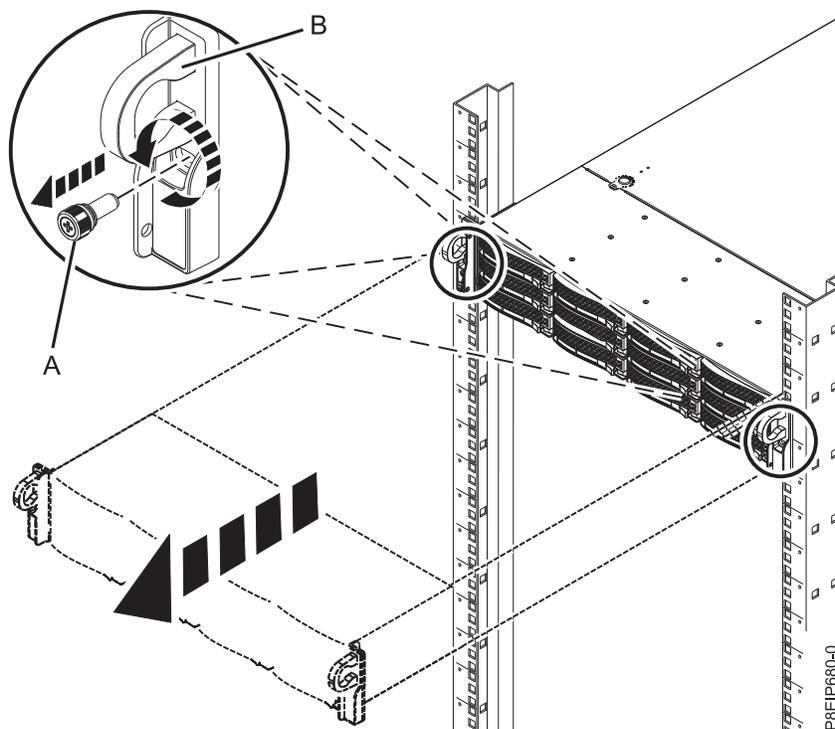

Figura 74. Quitar los tornillos frontales y extraer el sistema del bastidor
3. Quite los tornillos frontales (A) que fijan el sistema al bastidor desde ambos lados del sistema, como se muestra en la Figura 74.